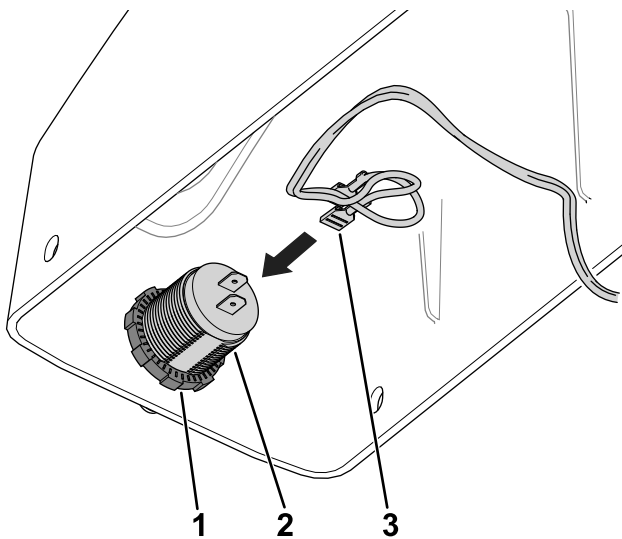

Рисунок 3
5. Используйте снятую ранее зажимную гайку для крепления USB-разъема к кожуху стояночного тормоза (Рисунок 3).
6. Подсоедините конец жгута проводов, обозначенный USB PORT, к USB-разъему (Рисунок 3).